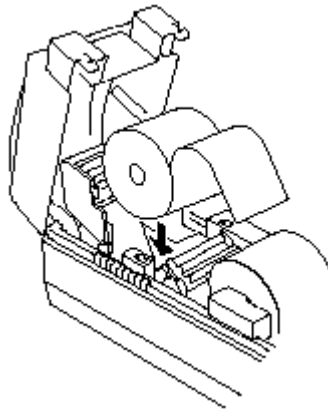

Рисунок 10 - Встановлення паперової стрічки
- покладіть контрольну стрічку в реєстратор (рисунок 10);